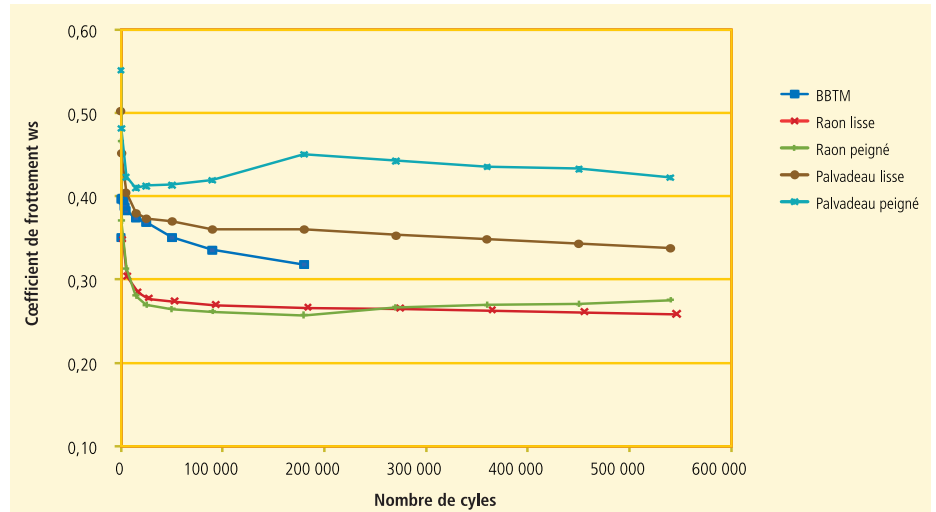

Figure 4 Adhérence de l'EHFR, mesurée à la machine Wehner et Shulze qui a été mise en œuvre sur le chantier de Loire-Atlantique
L'essai Wehner et Schulze (WS) a tout d'abord été utilisé pour caractériser en laboratoire l'adhérence initiale et en service de l'EHFR [8]. Une recherche précédente, portant sur l'adhérence fournie par des granulats de béton concassés, laissait penser qu'il fallait utiliser dans la formulation du mortier de l'EHFR, un sable concassé et anguleux, et non un sable roulé, comme dans la formule initiale de l'EHFG. Après plusieurs essais, un sable de quartz concassé a été sélectionné (figure 4). Avec ce sable, choisi pour les matériaux du chantier de Loire-Atlantique (tableau 1), on obtient un coefficient de frottement WS supérieur à 0,40 sur toute la durée de vie du matériau. Ainsi, selon cet essai, l'EHFR devait présenter constamment une valeur plus élevée que celle d'une couche de roulement classique, lorsque celle-ci est à son maximum d'adhérence.